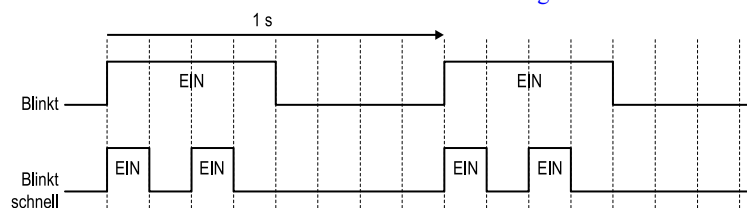

Abbildung 2.3 LED-Blinkzustände
*1 Den Unterschied zwischen Blinken und schnellem Blinken können Sie Abbildung 2.3 entnehmen.